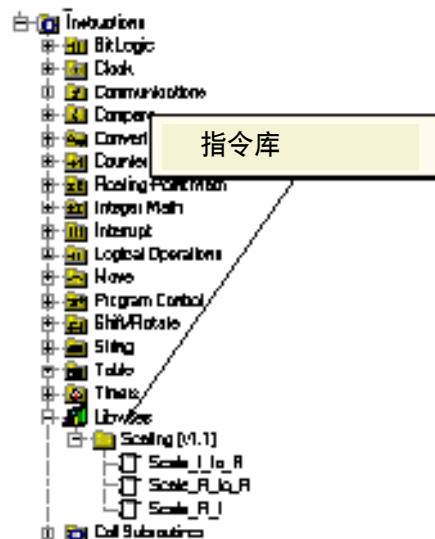

图5-11 带库的指令树
STEP 7-Micro/WIN允许您创建自己的指令库，也允许您使用其它人已建好的库。参见图5-11。